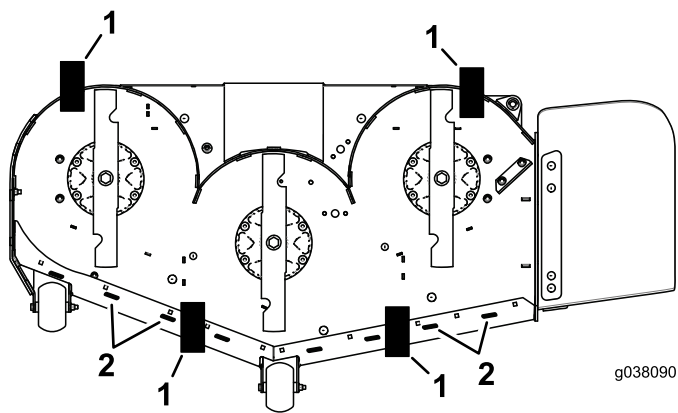

Bild 87
11. Legen Sie zwei Blöcke (siehe Blockhöhen- und Rechentabelle) unter die hintere Kante des Mähwerks, einen Block an jeder Seite des Mähwerks (Bild 87).